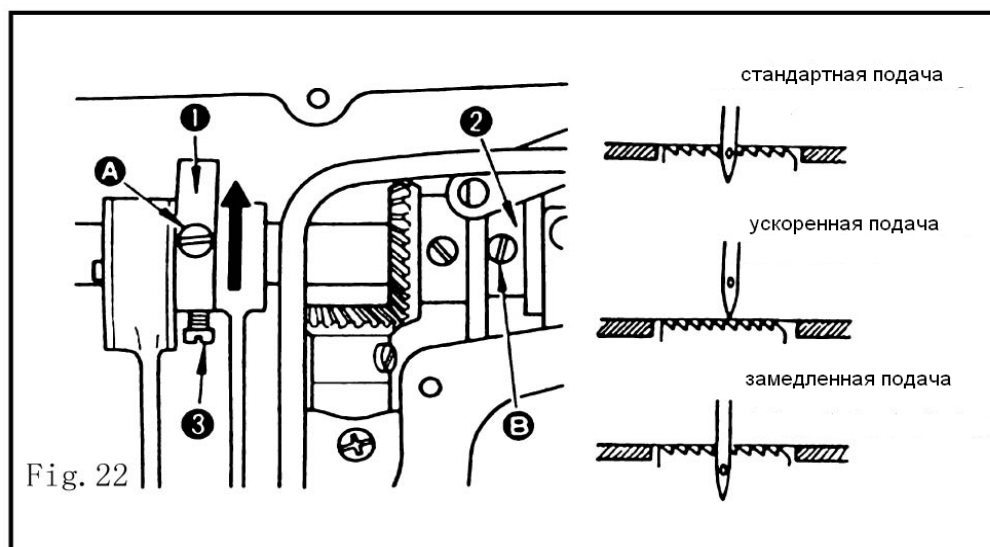

Fig. 22
2) Если повернуть пружинный регулятор (1) против часовой стрелки (в направлении B), давление лапки будет ослаблено.
3) После корректировки заверните гайку (2)
19. Корректировка синхронизации транспортера (Fig. 22)